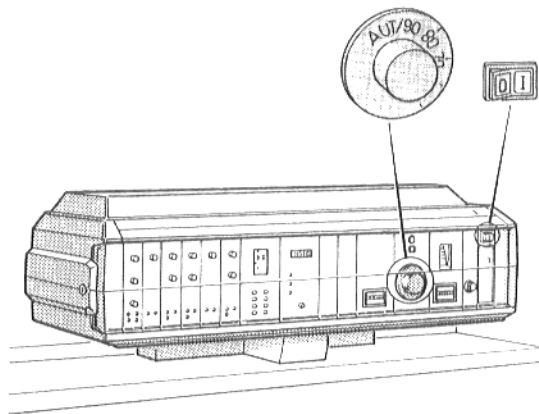

Fig. 30
- Mettre l'interrupteur de service (fig. 30) sur la position I (MARCHE).